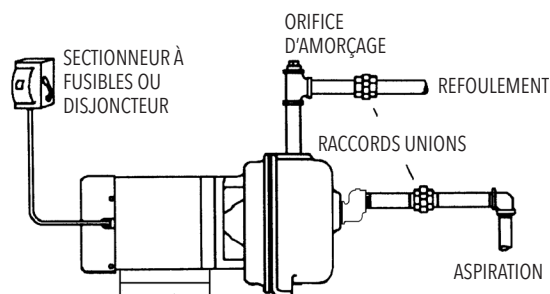

Figure 1
- Poser un raccord union étanche sur le tuyau d'aspiration, près de la pompe (v. fig.1).
- Poser au-dessus de l'orifice de refoulement un té dont une branche sera orientée vers le haut pour permettre l'amorçage initial de la pompe (v. fig. 1).
- Amorcer la pompe en la remplissant d'eau propre par l'orifice supérieur du té (v. fig. 1).